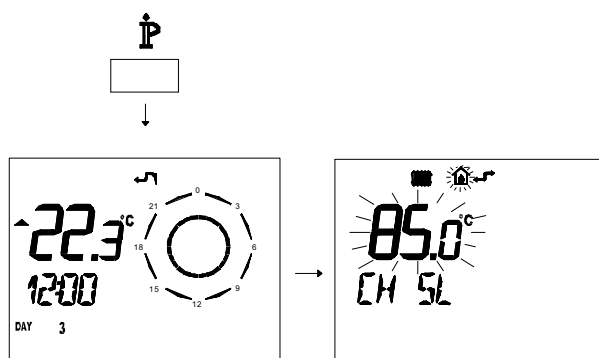

Figura 5.50
- Premere per più di 3 secondi il pulsante **P** per entrare in modalità **INFO** (Figura 5.50).